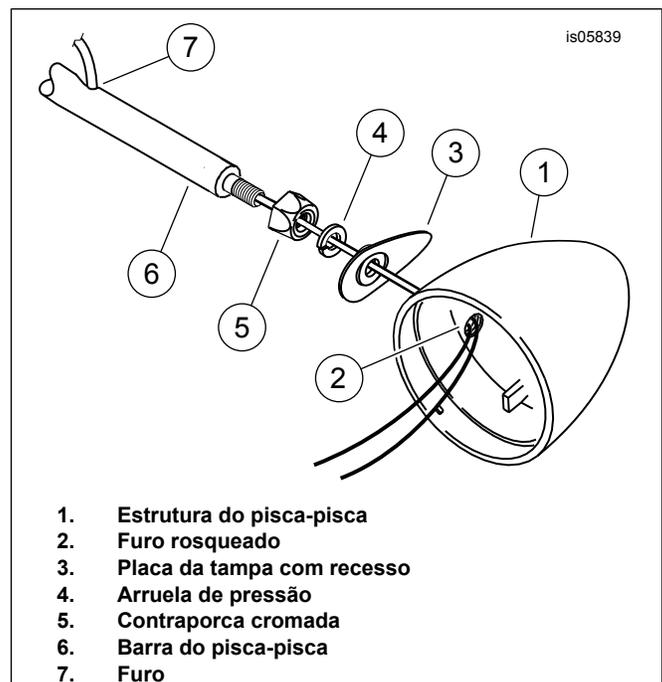

Figura 5. Barra do pisca-pisca
- Veja a Figura 5. Instale uma contraporca cromada (5) em cada extremidade da barra do pisca-pisca (6) com o lado com rebaixo da porca contra a barra.
- Na estrutura do pisca-pisca (1) e através do furo **rosqueado** (2).
- Através da placa da tampa com recesso (3).
- Através da **nova** arruela de pressão (4).
- Alguns centímetros para fora do furo (7) na extremidade da barra.